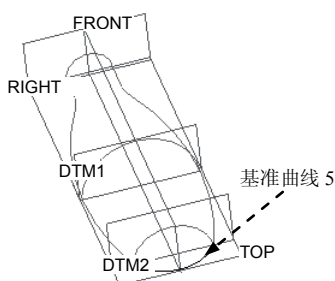
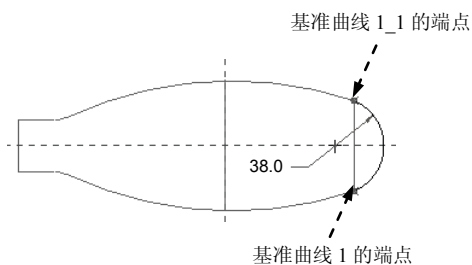

图 6.7.19 创建基准曲线 5
图 6.7.20 截面草图
Step11. 创建图 6.7.19 所示的基准曲线 5。
(1) 单击“草绘基准曲线”按钮.
(2) 定义草绘截面放置属性：设置 TOP 基准平面为草绘面；采用默认的草绘视图方向；RIGHT 基准平面为草绘平面的参照，方向为 **右**；单击 **草绘** 按钮。
(3) 接受默认草绘参照，再选取基准曲线 1 和基准曲线 1_1 的端点为草绘参照，然后绘制图 6.7.20 所示的截面草图，完成后单击  按钮（注意：圆弧的两个端点分别与基准曲线 1 和基准曲线 1_1 的端点对齐）。